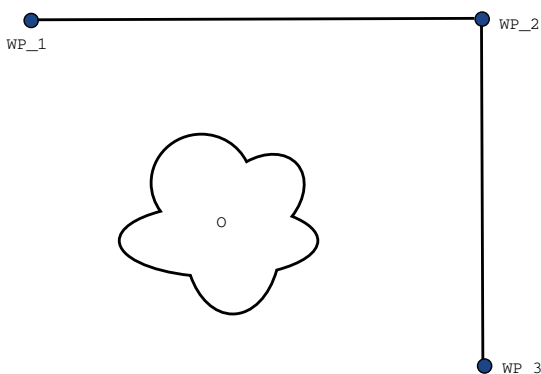

Figure 14.2: WP_1: 初期位置、WP_2: 通過点、WP_3: 持ち上げ位置、O: 障害物。
例 ピッキングのアプリケーションを例として考えた場合、(図14.2参照)、ロボットは現在ウェイポイント1 (WP_1) にあり、ウェイポイント3 (WP_3) で対象物を持ち上げる必要があります。対称物やその他の障害物との衝突を避けるため (O)、ロボットは WP_3 にウェイポイ